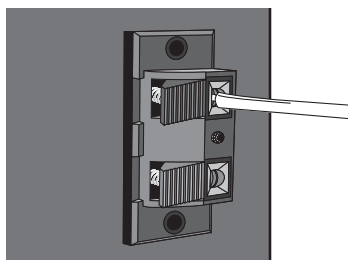

figure 6
4. Relâcher le bouton presseur pour fixer le fil dans la borne (**figure 6**).